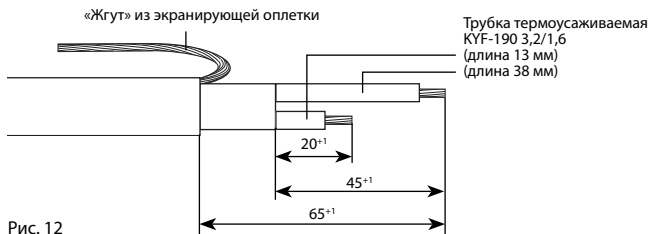

Рис. 12
- 6.1.1. Снять оболочку с конца нагревательной ленты на длине 65 мм (рис. 12).